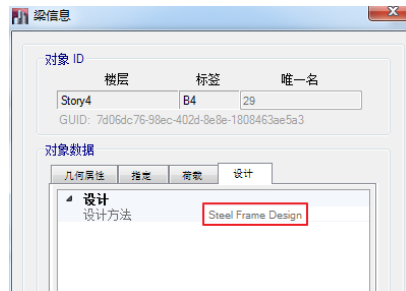

图 8-1 梁信息对话框
1. 在平面视图中，沿轴线 A 在轴线 1 和 2 之间右击梁。将出现如图 8-1 所示的**梁信息**对话框。